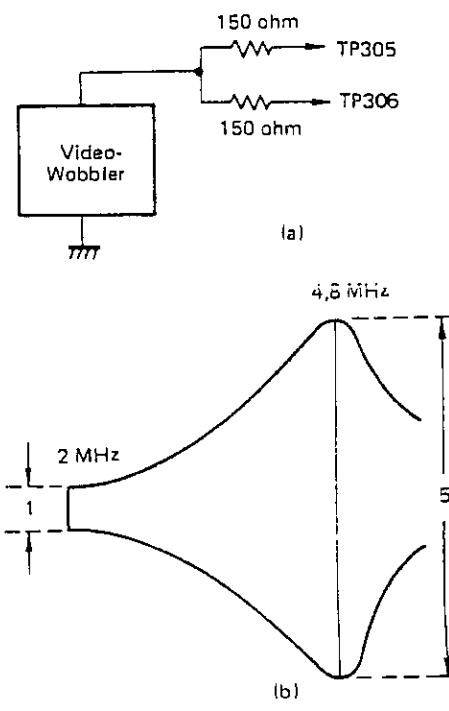

Abbildung 41.
2. Den Ausgang eines Video-Wobblers an TP-305 und TP-306 anschliessen. Siehe Abb. 41-(a).
4. Daraufhin die Einstellung durchführen, wobei man sich auf Abb. 41-(b) bezieht.
- 2) Den Bildhöhen-Regler im Oszilloskop so einstellen, daß die 2 MHz-Zone der entstehenden Wellenform wie in Abb. 41-(b) gezeigt wird. Diese Zone nimmt man als 1 an (ein Referenzwert).